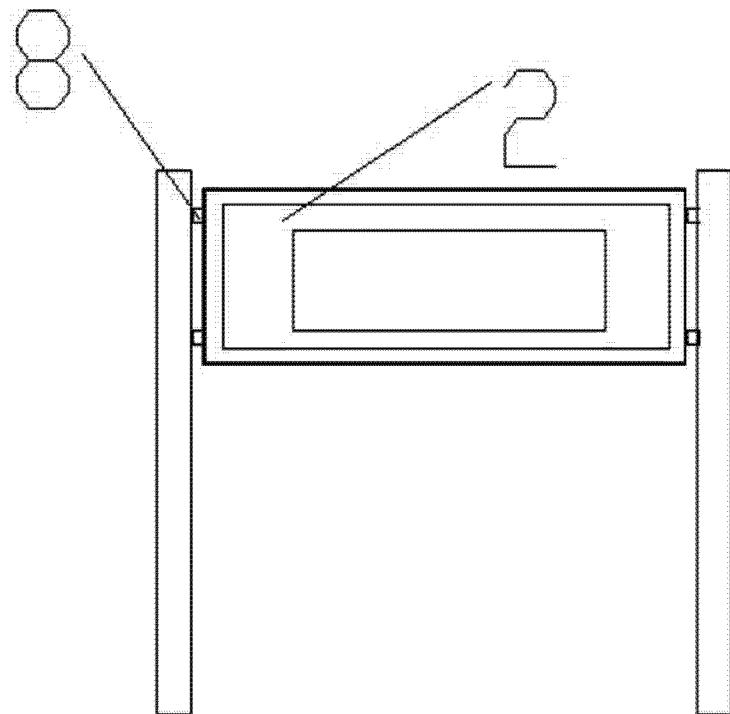

图 5
- [0017] 图 5 为本实用新型中指示牌安装后的正面示意图；